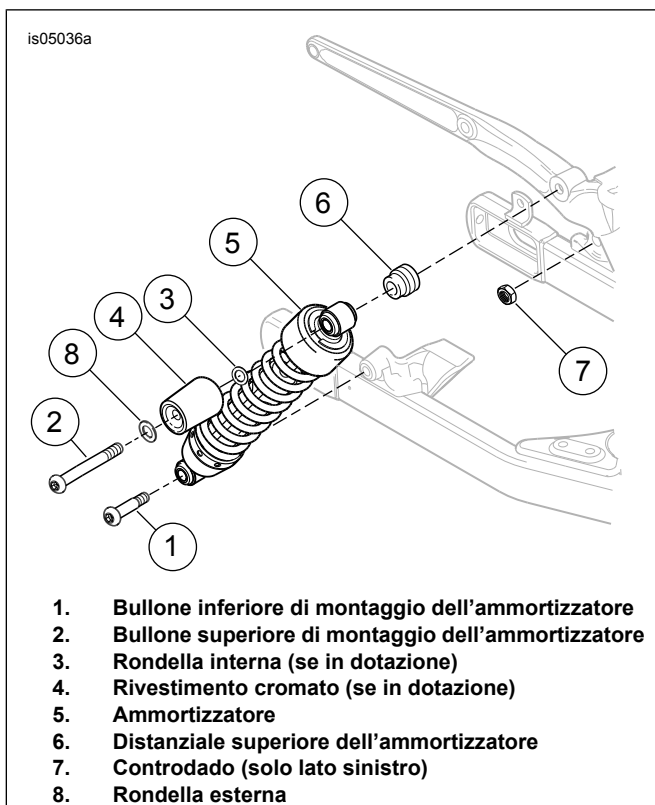

Figura 1. Rimozione dell'ammortizzatore di serie (modelli 2006-2007)
1. Vedere Figura 1. Rimuovere il bullone inferiore di montaggio dell'ammortizzatore (1) e il controdado (7) (utilizzato solo sul lato sinistro). Conservare il controdado per l'installazione.
2. Rimuovere il bullone superiore dell'attacco dell'ammortizzatore (2), la rondella esterna (8), il rivestimento cromato (4), la rondella interna (3), l'ammortizzatore (5) e il distanziale (6).
3. Gettare i rivestimenti cromati (se in dotazione) e tutta la bulloneria, eccetto il controdado (7).